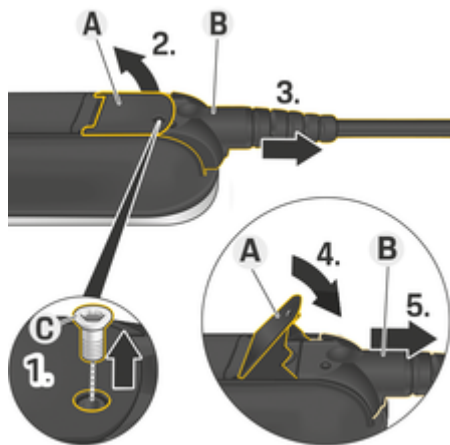

Fig. 38 Allentamento dei cavi
1. Allentare la vite **C** (Fig. 38) con un attrezzo idoneo.
2. Sollevare la linguetta **A** (Fig. 38).
3. Estrarre il connettore **B** (Fig. 38) fino ad avvertire una prima resistenza.